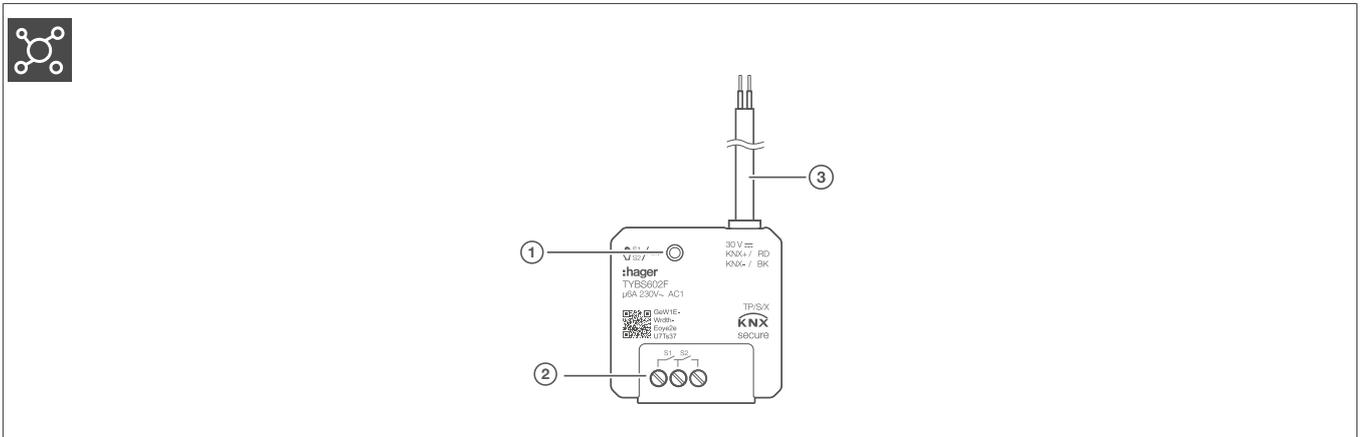

Fig. 2: Disegno e struttura del dispositivo TYBS602F
- 2 Premere il tasto di indirizzamento fisico (Fig. 2/1).